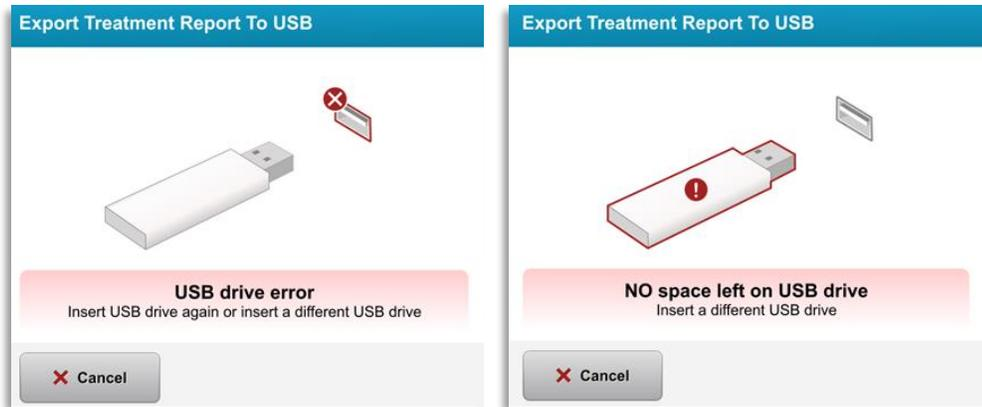

Abbildung 3-41. „USB-Laufwerksfehler“ und „Kein Platz mehr auf dem USB-Laufwerk“
- Wenn das USB-Laufwerk voll ist oder das System das USB-Laufwerk nicht lesen kann, wird eine Fehlermeldung angezeigt (siehe Abbildung 3-41).